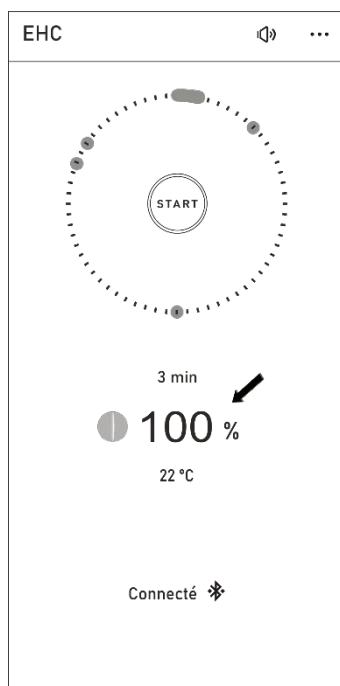

Fig. 4 – Air ouvert à fond
- Lorsque la température optimale est atteinte, la couleur de la LED passe du JAUNE au VERT même dans l'application (mais ce n'est pas une condition nécessaire). À une température plus élevée l'EHC commence à réguler elle-même la commande d'air – Fig. 4 et 5. Les flammes s'éteignent progressivement et les bûches se consomment à chaud.
- D'abord l'EHC ouvre complètement la commande d'air – Fig. 4 – et les bûches chargées sont allumées.